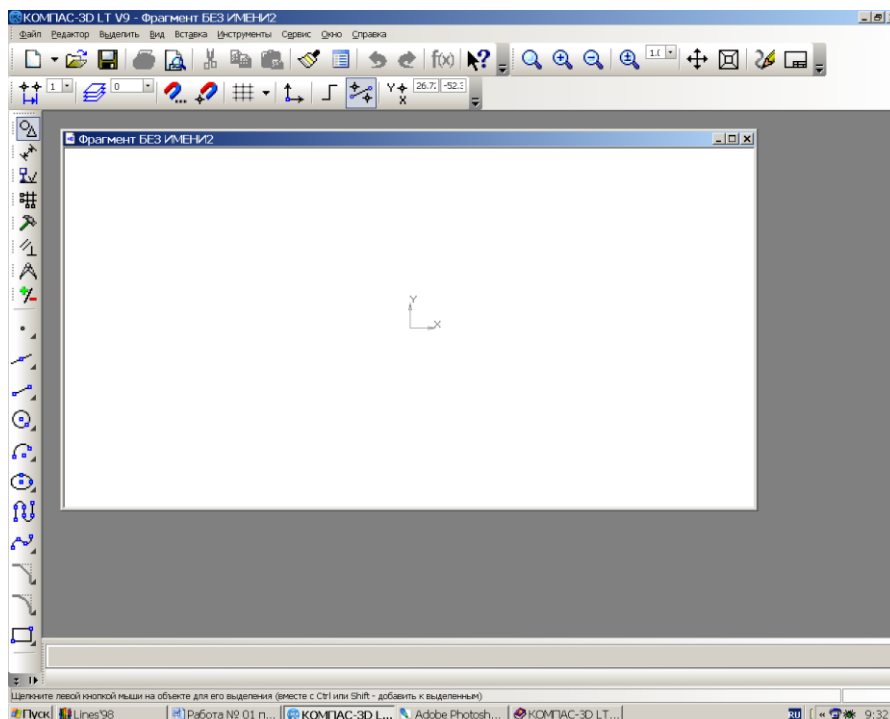

Рис. 1.9. Окно системы после выполнения команды **Крупные значки**.
2.3. Установите флажок Крупные значки. Экран системы примет вид, показанный на рис. 1.9.